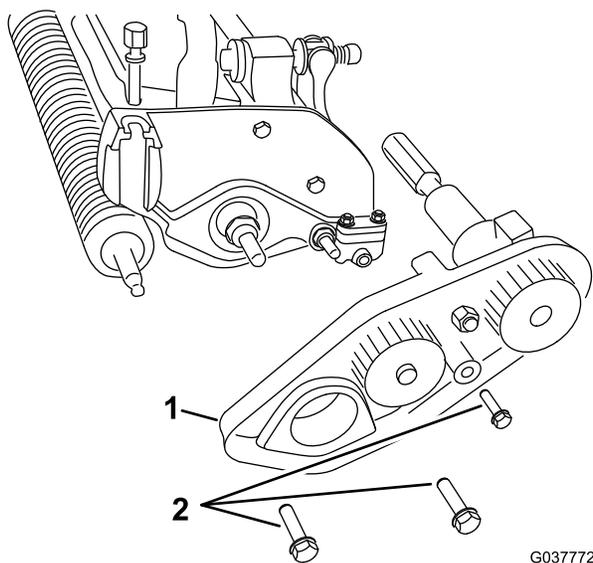

Figura 8
- Togliete i 3 bulloni che fissano il gruppo di trasmissione a cinghia all'apparato di taglio, se montato, e rimuovete tutto il gruppo (Figura 8).